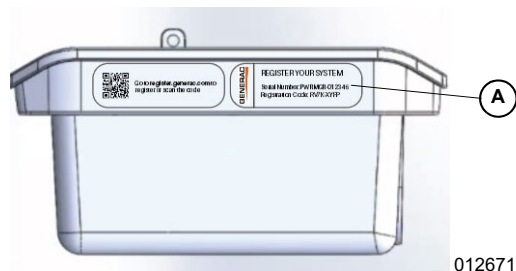

Figure 4-15. Emplacement du numéro de série
Voir Figure 4-15. L'étiquette du produit (A), où figure le numéro de série, se trouve sur la bride droite du PWRmanager.